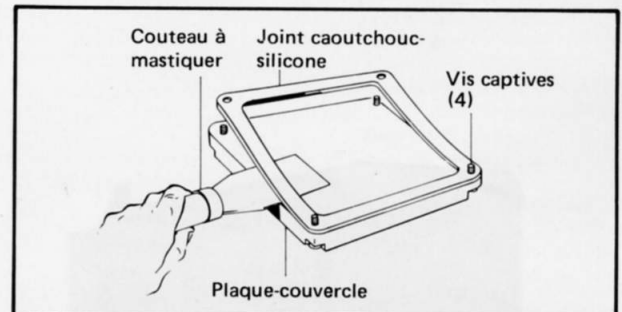

Fig. 18
- En utilisant un couteau à mastiquer, séparer avec soin le joint en caoutchouc au silicone du côté intérieur de la plaque (Fig. 18).